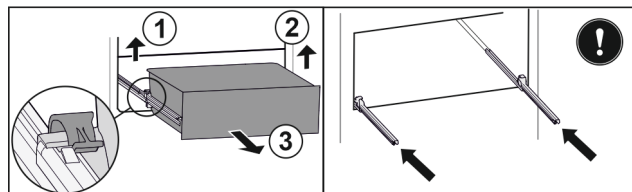

Fig. 79
- Приподнимите левый зажим и одновременно вытяните движением вперед выдвижной ящик слева. Fig. 79 (1)
- Приподнимите правый зажим и одновременно вытяните движением вперед выдвижной ящик справа. Fig. 79 (2)
- Извлеките выдвижной ящик движением вперед. Fig. 79 (3)